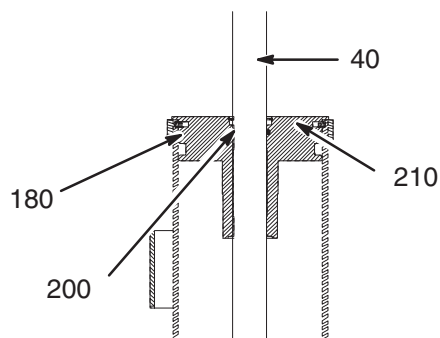

Fig. 23
13. Entretien du manchon de guidage (Fig. 23):
- b. Enlever les 2 joints toriques usagés ((180) et (200) de la Fig. 23) à l'intérieur et à l'extérieur du manchon de guidage. Les remplacer par des joints neufs.
- d. Enfiler le manchon de guidage sur la tige de levage en le positionnant de manière à ce que la surface dépouillée de la bague de retenue spiralée (14) soit orientée vers le milieu de l'élévateur. Enfoncer ensuite le manchon de guidage à fond dans le vérin.